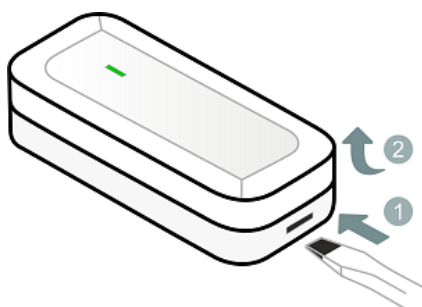

Рисунок 6.3 — Вскрытие корпуса радиоустройства
2. Вскройте корпус датчика протечки (см. рисунок 6.3) и извлеките заводской провод из клеммной колодки датчика.
1. Вскройте корпус датчика (см. рисунок 6.3).